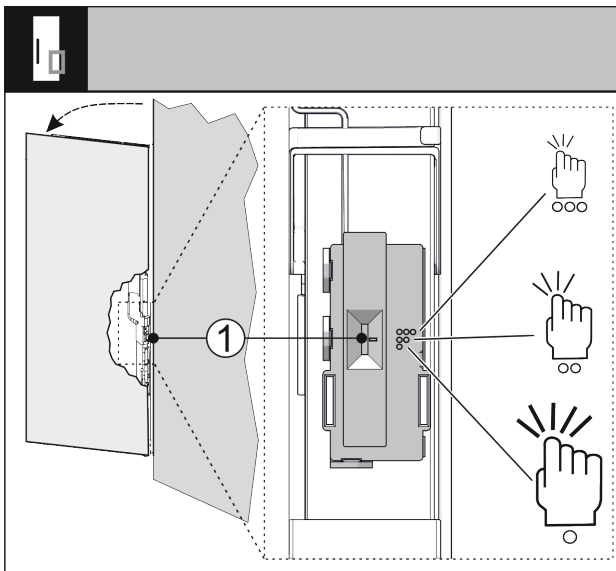

Fig. 34
Sie können die Empfindlichkeit des Klopfensors über einen Schalter Fig. 34 (1) einstellen. Der Schalter ist scharnierseitig am unteren Drittel der Tür.
- ▶ Schalter Fig. 34 (1) auf gewünschte Schalterstellung schieben.